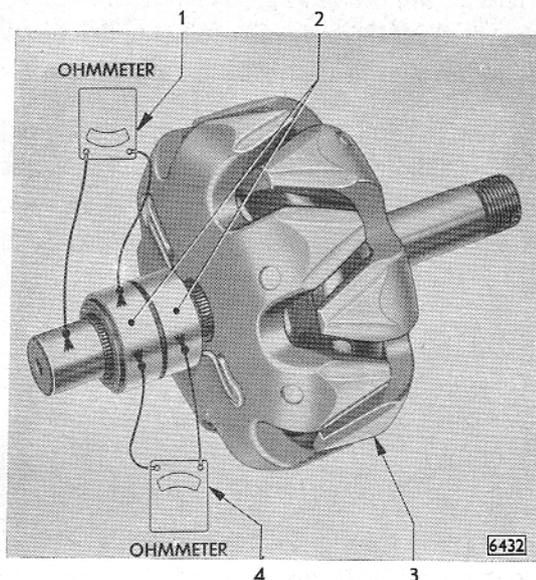

Bild D 45 - Erregerwicklung prüfen
3. Erregerwicklung (Läuferwicklung) und Schleifringe auf Masseschluß prüfen (Bild D 45). Die Prüfung kann mit einer Prüflampe oder einem Ohmmeter durchgeführt werden. Hierbei darf die Prüflampe nicht aufleuchten und das Ohmmeter soll einen hohen Isolationswert anzeigen. Läufer mit Masseschluß ersetzen.